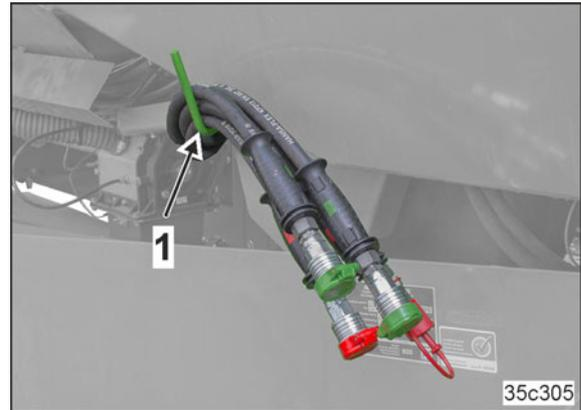

Рис. 117
1. Соедините дополнительные гидравлические шлангопроводы с гидравлическим насосом с приводом от ВОМ (Рис. 117/1).
- Держатель шлангов (Рис. 117/1)